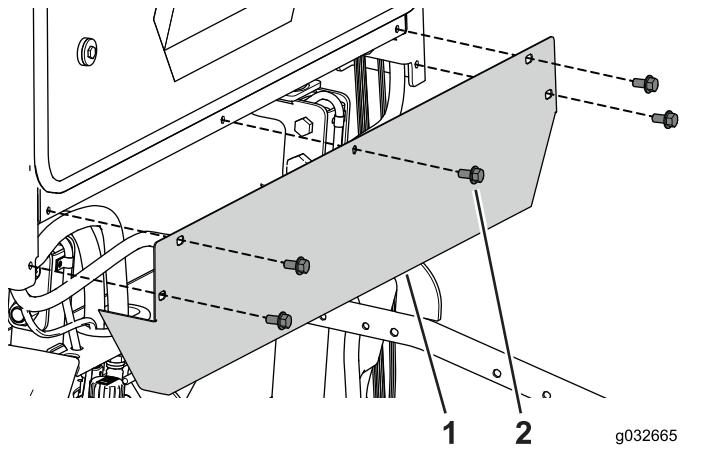

Bild 107
- Entfernen Sie die fünf Schrauben, mit denen die hintere Abdeckung an der Kabine befestigt ist (Bild 107).